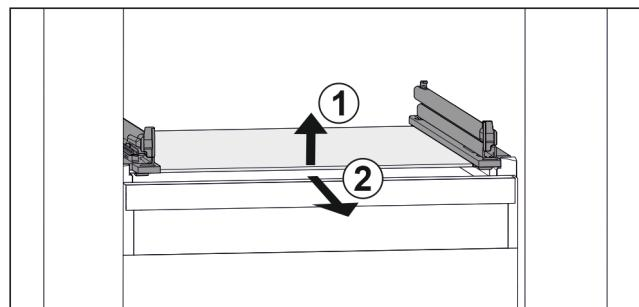

Fig. 137 Príklad zobrazenia sklenej dosky
- ▶ Nadvihnite sklenenú dosku vpred. Fig. 137 (1)
- ▶ Odoberte sklenenú dosku dopredu. Fig. 137 (2)